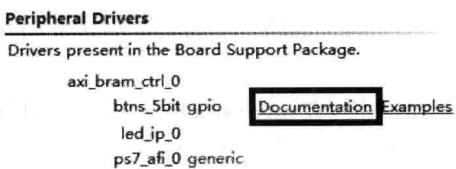

图 4.80 打开文档入口
- (20) 单击 Finish 按钮(忽略编译过程中的任何错误)。
- (21) 在 SDK 主界面左侧 Project Explorer 窗口下,找到并展开 standalone\_bsp。在展开项中,选择 system.mss 文件。
- (22) 如图 4.80 所示,在 Peripheral Drivers 窗口下,单击 btns\_5bit 右侧的 Documentation。在一个默认的浏览器窗口中,打开文档。